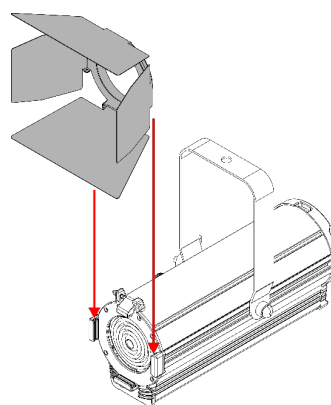

Fig. 11
- 02) Inserire l'aletta frangiluce nei **portacornici colorati (05)** (vedi Fig. 11).